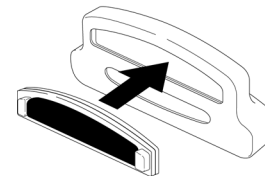

FIGURE 1
1. Choisissez ou bien le *Détacheur de Peluche* ou la *Brosse à Tissus* et insérez-le dans le *Boîtier en Caoutchouc pour Accessoires*, comme illustré (FIGURE 1).